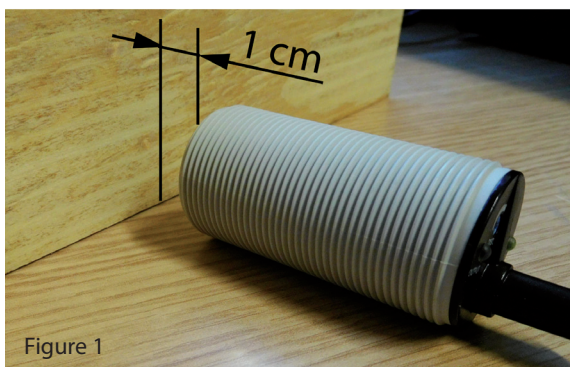

Figure 1
- ◆ Placer une planche **en bois** (voir figure 1) devant la Sonde, à une distance d'environ 1 cm.